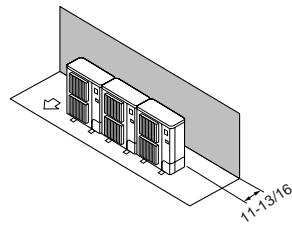

Fig. 2-8
① Obstacles uniquement à l'arrière (Fig. 2-8)